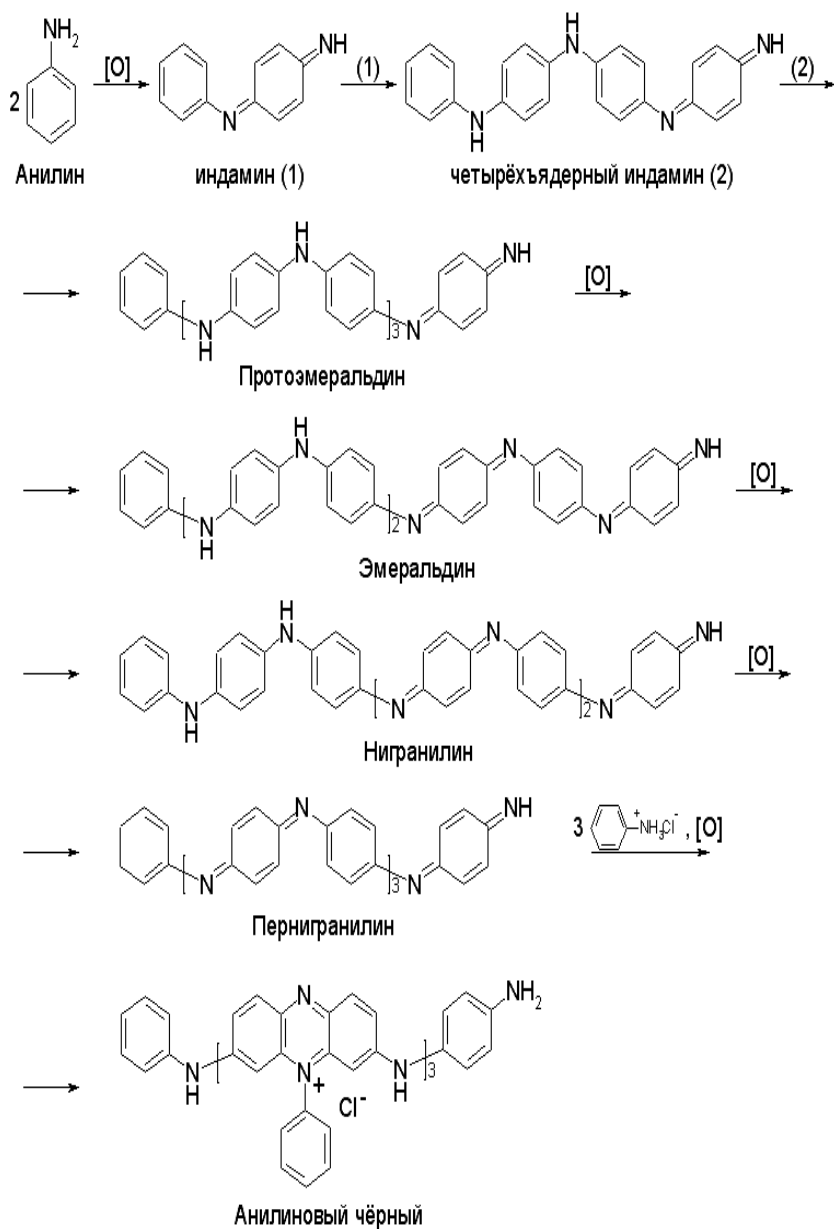

Рис. 10.3. Схема превращений анилина в краситель «Анилиновый чёрный»
**Б.** Для получения пигмента глубоко-чёрного 1мл 10 %-ного раствора гидрохлорида анилина добавляют 0,5 г  $\text{K}_2\text{Cr}_2\text{O}_7$  и 0,5 мл 10 %-ного раствора  $\text{H}_2\text{SO}_4$  и катализатора  $\text{CuSO}_4$  в количестве не более 0,5 г при температуре раствора 25-30 °С. Роль окислителя может играть воздух, если вести окисление в присутствии п-фенилендиамина (добавить его в количестве до 15 % от массы анилина) и 0,5 г  $\text{CuSO}_4$  при 70 °С и рН около 2. Образование Анилинового чёрного (пигмента глубоко-чёрного) проходит через ряд стадий: образование индамина из двух молекул анилина, дальнейшее «удвоение» в четырёхъядерный индамин и соединение двух молекул последнего в восьмиъядерный индамин с одним хиноидным ядром (фиолетовый Протоэмеральдин). Окислением ещё одного ядра в хиноидное получается синий Эмеральдин, окислением третьего ядра - тёмно-синий Нигранилин, четвёртого - зеленеющий чёрный Пернигранилин. Последний этап - присоединение трёх молекул анилина с образованием незеленеющего красителя, в молекуле которого имеется три остатка N-фенил феназония. Все стадии изменения окраски хорошо прослеживаются в ходе окисления (рис. 10.3).